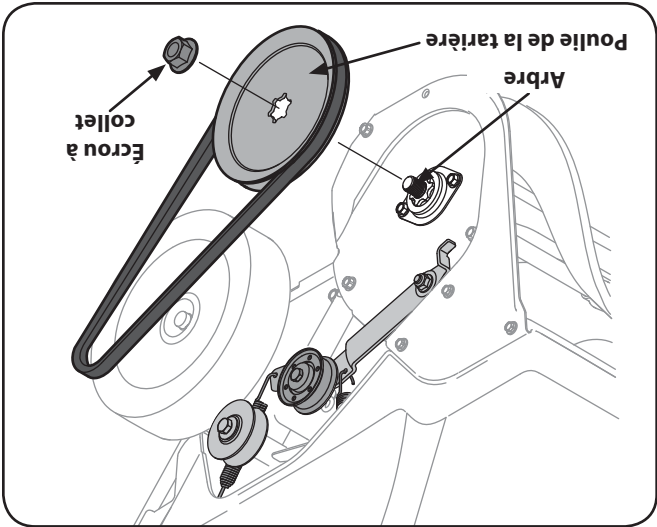

Figure 7-2
- 5. Enlevez l'écrou à collet qui maintient la poulie de la tarière sur l'arbre de celle-ci. Voir la Fig. 7-2.